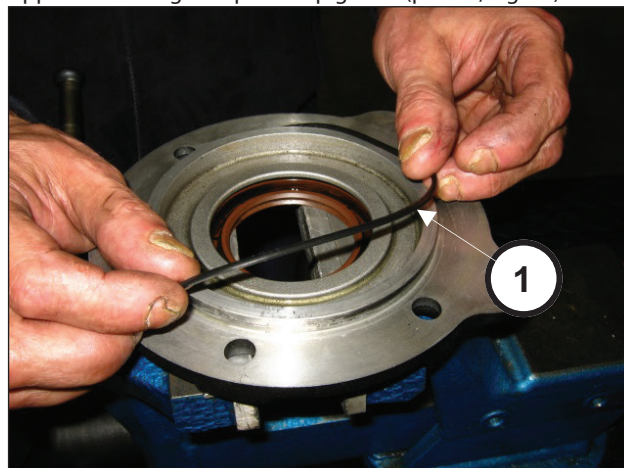

Fig. 92
Applicare l'O-ring al coperchio pignone (pos. ①, Fig. 92)